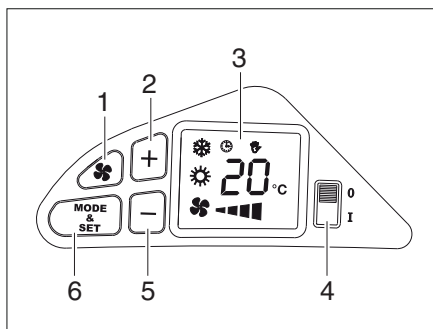

Fig. 127 Quadro comandi
- Accendere l'impianto di climatizzazione con l'interruttore (Fig. 127,4). All'accensione, il sistema aspetta sempre per 2 minuti prima di accendere il compressore e di passare al funzionamento automatico.
- Selezionare la modalità di funzionamento desiderata con il tasto (Fig. 127,6).
Il simboli sul display (Fig. 127,3) indicano la modalità di funzionamento desiderata:
- Premendo contemporaneamente il tasto (Fig. 127,1) e uno dei tasti (Fig. 127,2) o (Fig. 127,5) si regola la velocità di aerazione nel funzionamento manuale.
- Premendo il tasto (Fig. 127,2) o (Fig. 127,5) si regola la temperatura
- Spegnere l'impianto di climatizzazione con l'interruttore (Fig. 127,4).